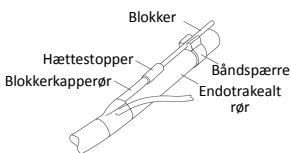

Fig.7
5. Drej patienten om på siden, kontroller blokeringsmanchettens position under bronkoskopi, og fastgør blokeringsskaftet på det endotrakeale rør ved hjælp af båndspærren (Fig. 7).
2. Sæt blokkeren på båndspærren på det endotrakeale rør (Fig. 7).